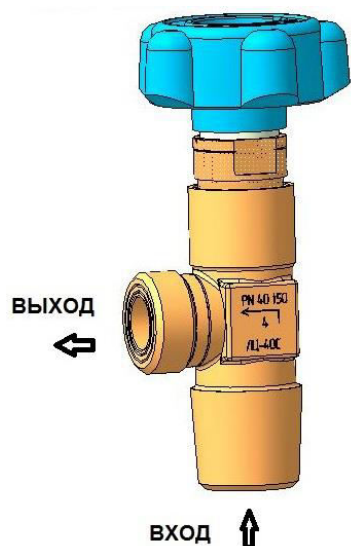

Рис.1 Вентиль ВК-40 исп. ДЖЕТ 481 00 00 00, -01
4.1 Внешний вид вентиля представлен на рис.1